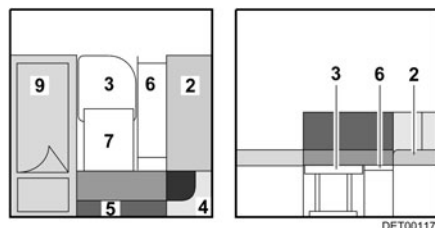

Fig. 72 Durante la transformación
- Colocar la tabla adicional (Fig. 72,7) entre la mesa y el armazón de la cama.
- Elevar el cojín del asiento (Fig. 72,2) y colocarlo en la prolongación del armazón de la cama (Fig. 72,6).